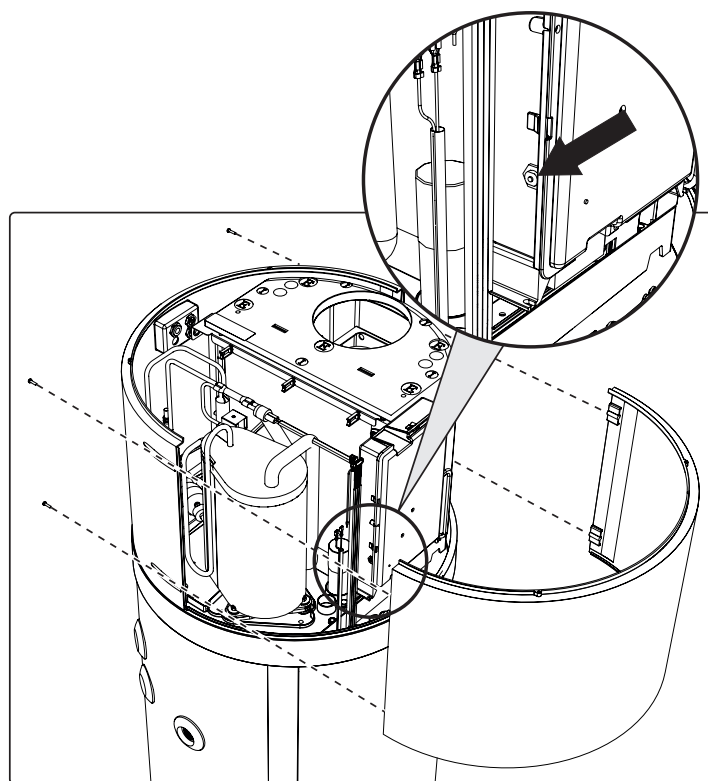

fig. 46- Retrait du panneau avant
- Retirez le panneau avant et réinitialisez manuellement le thermostat de sécurité déclenché (fig. 46). En cas d'intervention, la broche centrale du thermostat dépasse d'environ 2 mm.